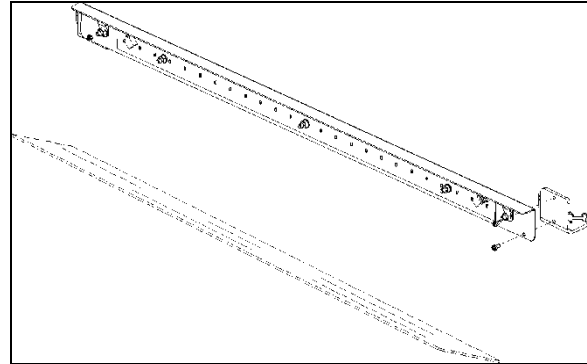

**FIGURA 113: ILUMINACIÓN INDIRECTA LED EN EL COMPARTIMENTO SUPERIOR**
2. Con un destornillador Phillips, desatornille y retire la tira de LED existente (FIGURA 113).